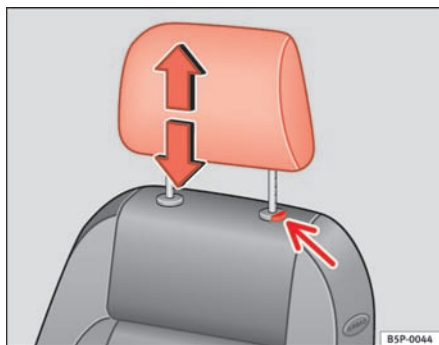

Fig. 94 Indstilling eller afmontering af hovedstøtte
- Tryk på knappen ⇒ fig. 94 (pil).